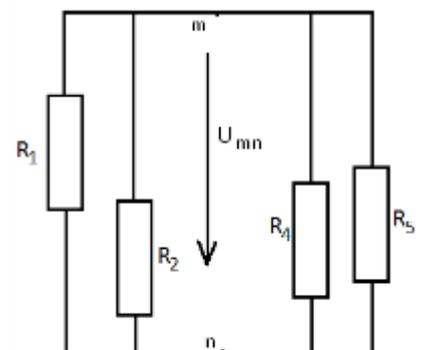

Рис. 151
1.5.2. Определяем эквивалентное сопротивление генератора. Для этого источники ЭДС закорачиваются (заменяются на отрезок провода, причем их внутреннее сопротивление остается в схеме), а ветвь с источником тока обрывается – рис. 151. Произведем расчет входного сопротивления оставшейся схемы относительно зажимов m и n .